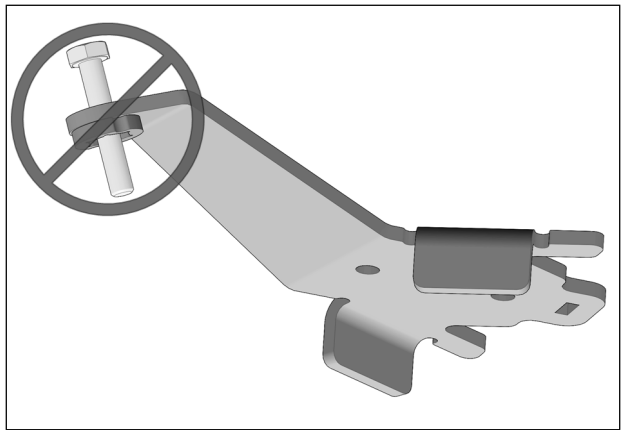

Fig. 15
**ATTENTION : Assurez-vous d'insérer le boulon dans le bon sens. Voir la Fig. 15**